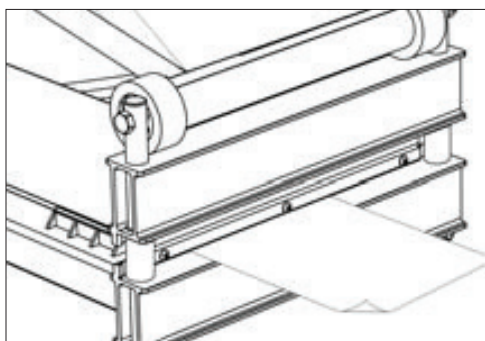

FIGURE 12
3. Corte un pedazo de papel para asegurarse que la herramienta haya sido ensamblada correctamente (Fig. 12).